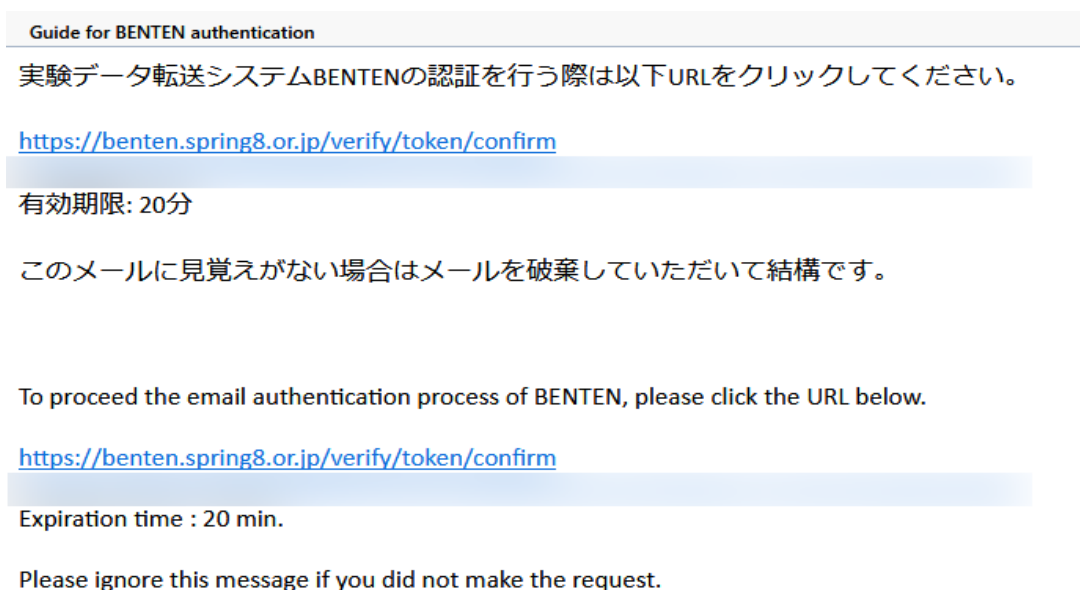

図 5 BENTEN 認証に関するメール
(4) UI サイトに登録されたメールアドレスに届いた BENTEN 承認に関するメールを確認する (図 5)。